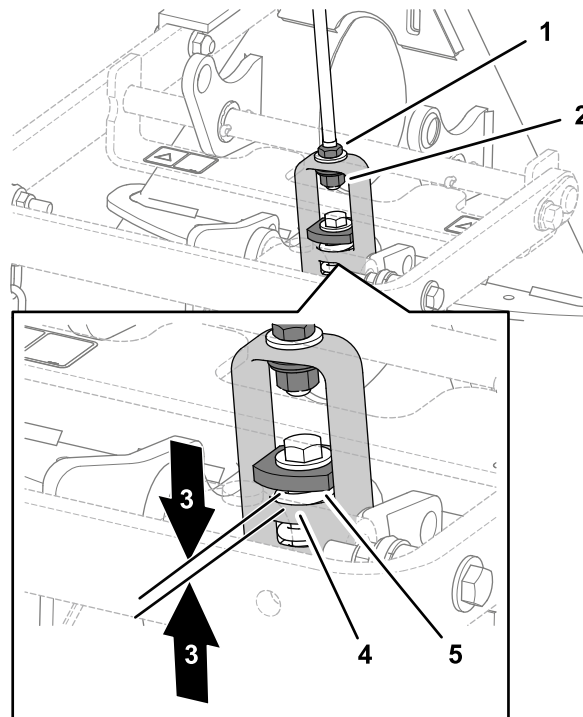

Bild 8
3. Wenn der Abstand nicht richtig ist, lösen Sie die Klemmmutter und ziehen Sie die Einstellmutter am Kettenglied entsprechend an oder lösen Sie sie, um den Abstand zu ändern (Bild 8).
2. Messen Sie den Abstand zwischen der schweren Scheibe und der Schulter des Hubjochs am Anbaugerätadapter, wie in Bild 8 abgebildet.
Hinweis: Der Lenker ist richtig eingestellt, wenn Sie zwischen der schweren Scheibe und der Schulter des Hubjochs einen Abstand von 1,5-2 mm messen (Bild 8).